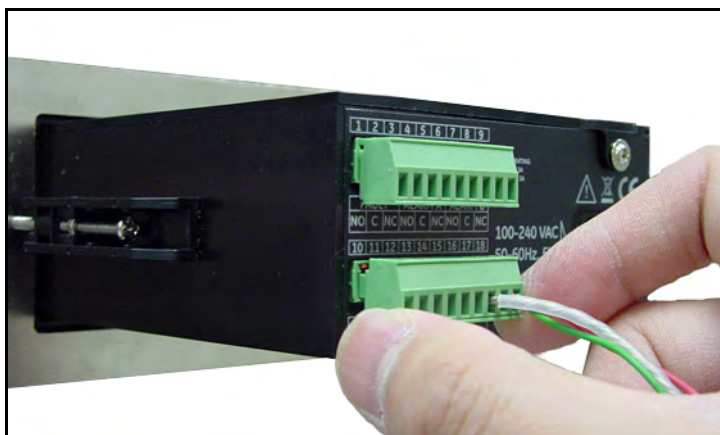

Figura 25: Reinsserir o conector no bloco terminal
4. Reinsira o conector no bloco terminal inferior na parte posterior do dew.IQ (veja *Figura 25* abaixo).